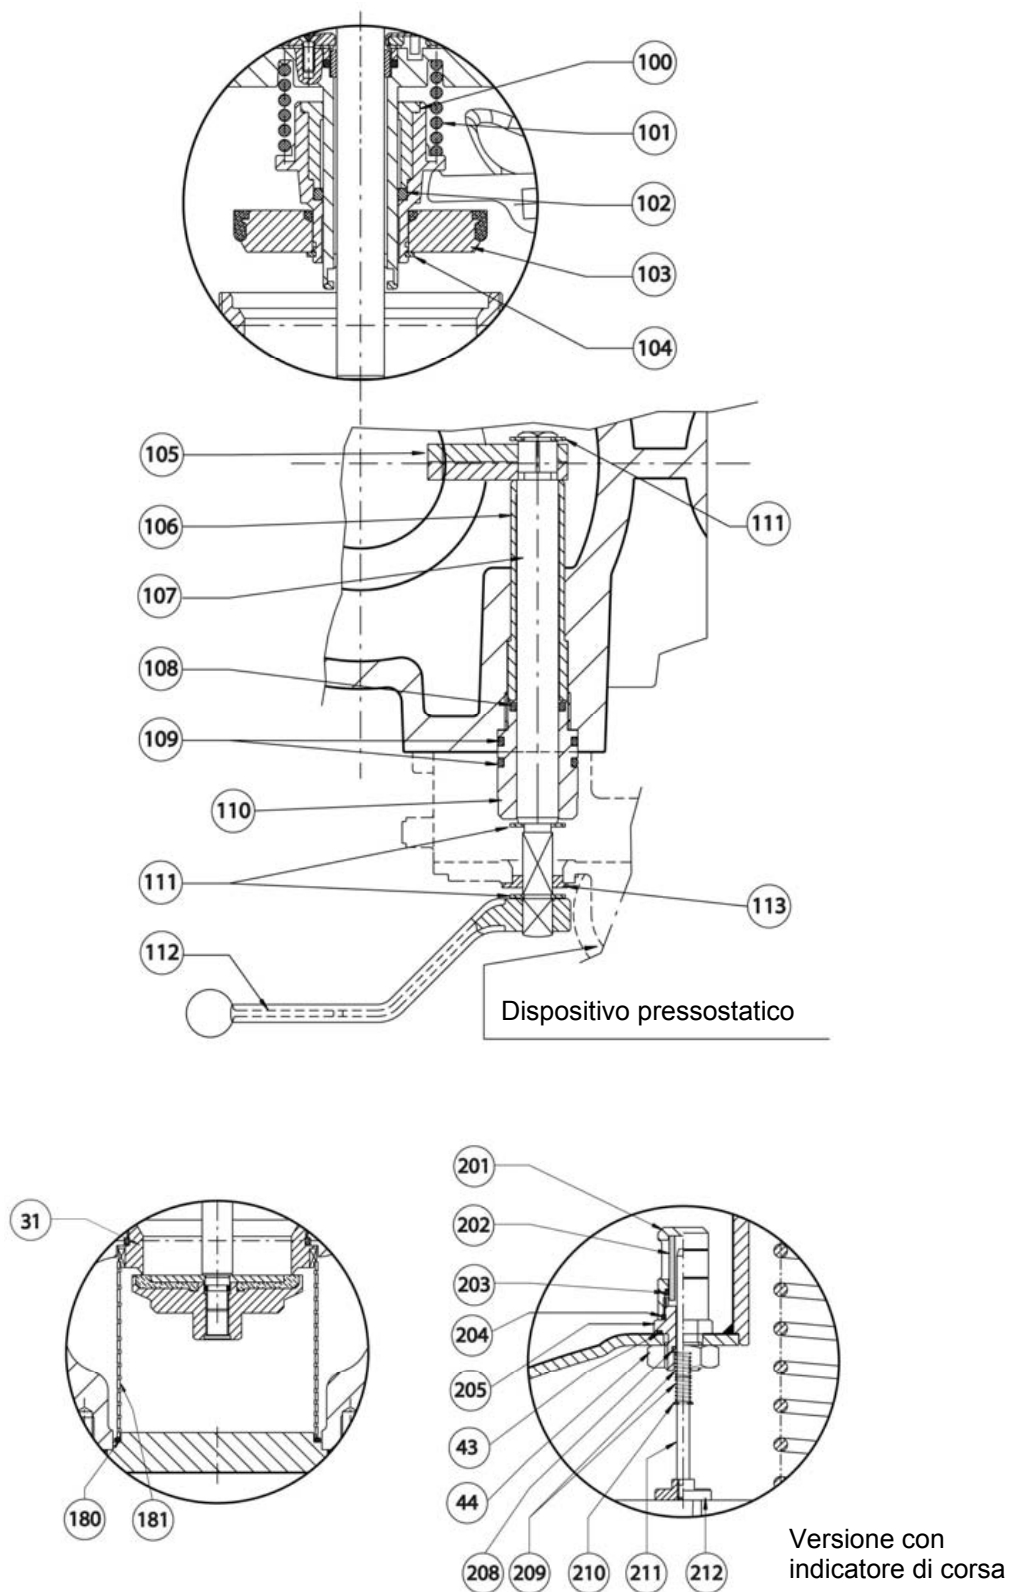

Fig. 21b
6.2 Tab. 9 BLOCCO SN 608 (fig. 21b - 23)